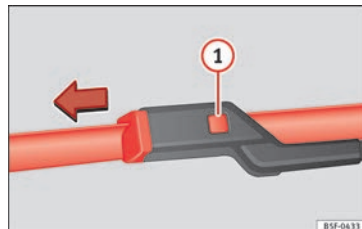

Fig. 200 Cambio de las escobillas del limpiaparabrisas.
- Mantenga presionada la tecla de desbloqueo » fig. 200 ❶ y tire a su vez ligera-